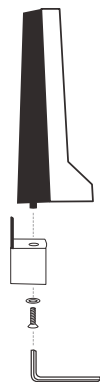

Figure 2
2. Fixez le manomètre sur le support mural en abaissant un support mural supérieur, glisser l'onglet mâle dans le siège femelle du support. Fixez les deux ensemble en utilisant le boulon allen (6mm) et la rondelle ci-dessous. Serrer solidement avec une grande clé à allumettes (6 mm) (Figure 2).